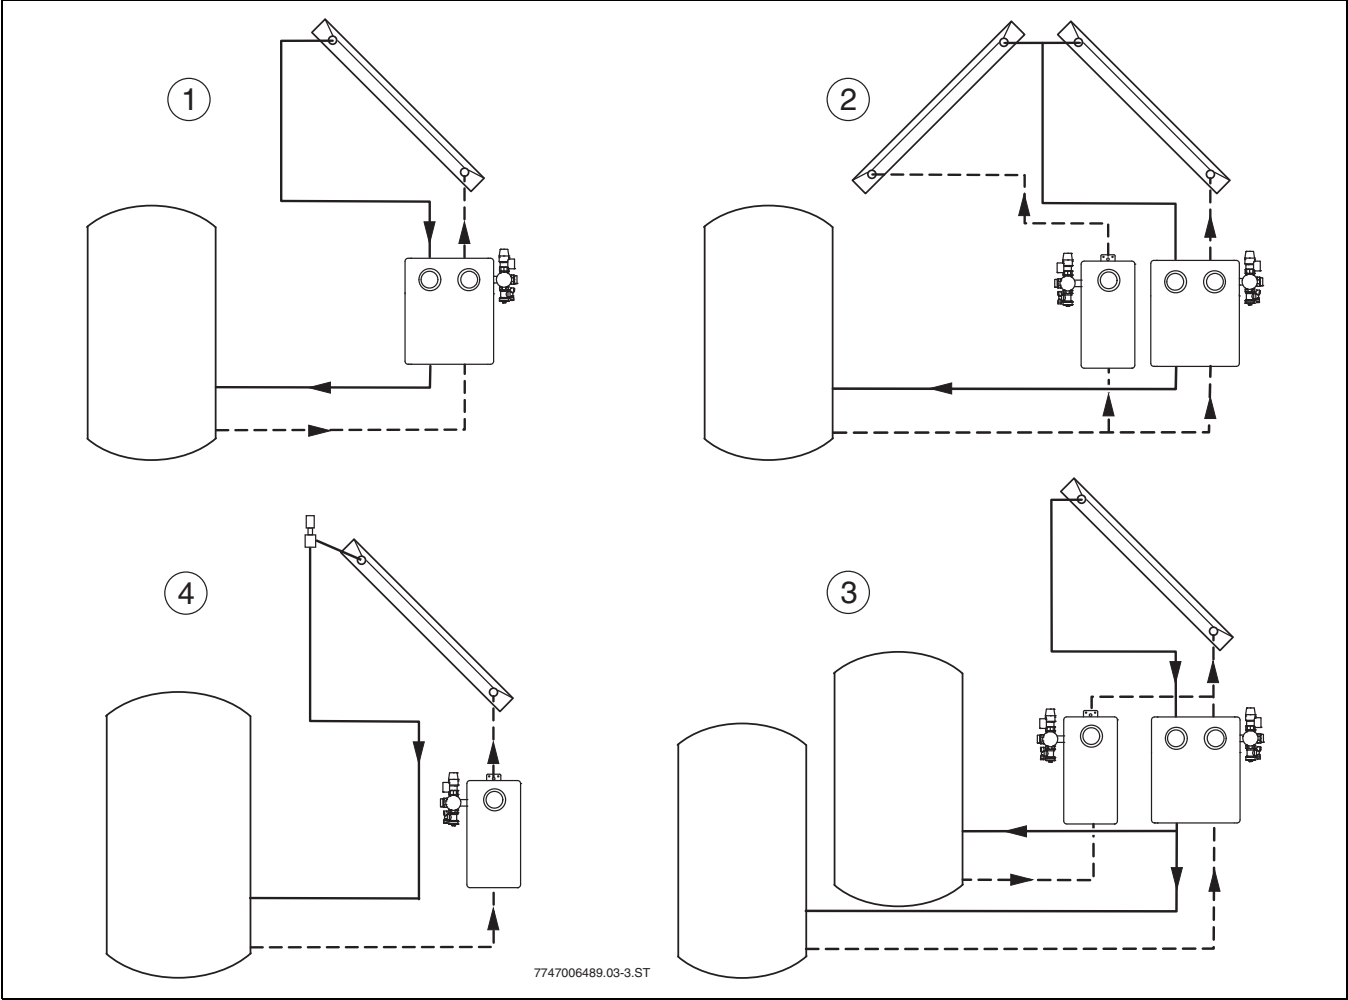

Fig. 3 Diferite utilizări hidraulice
- Montați stațiile solare numai vertical (→ Fig. 3) și în interior.